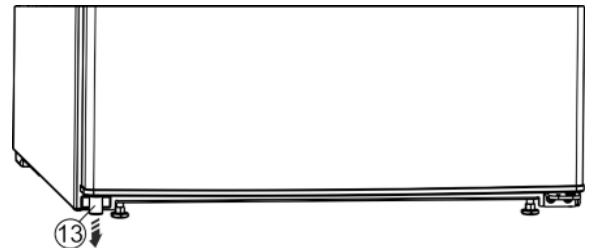

Fig. 5
- ▶ Дістаньте з дверцят розпірку Fig. 5 (13) знизу зліва.